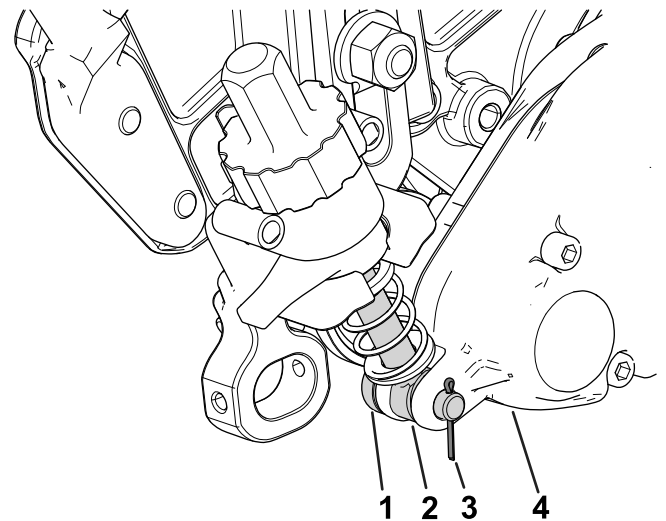

図 12
3. アジャスタアームアセンブリのロッドをグルーマ駆動ボックスの隙間にセットして、アジャスタピンとコッターピンで固定する 図 12。